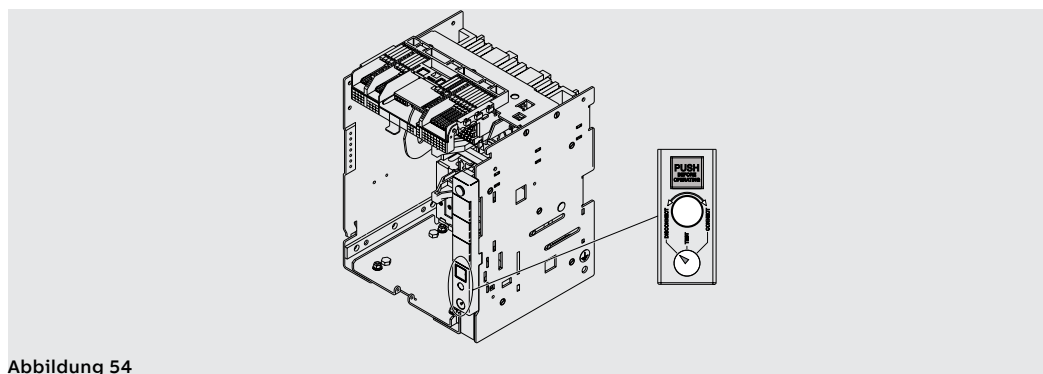

Abbildung 54
2. Die Anzeige auf dem festen Teil meldet nun die Position **DISCONNECT**. Siehe Abbildung 54.